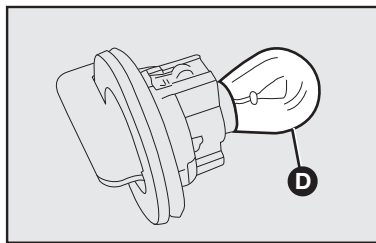

fig. 15
- 2) Retirar a lâmpada **D-fig. 15**, empurrando-a um pouco e girando-a em sentido antihorário.